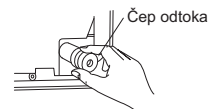

Fig. 1
- Cevovod hladilnega sredstva in odočno cev napeljite skupaj in ga tesno ovijte z izolacijskim trakom (4) po celi dolžini. Ovoji izolacijskega traku (4) se morajo prekrivati po 1/3 širine traku. Konec izolacijskega traku zalepite s samolepilnim trakom (4).
- Izvlčite čep odtoka na zadnjem desnem delu notranje enote. (Fig. 1)